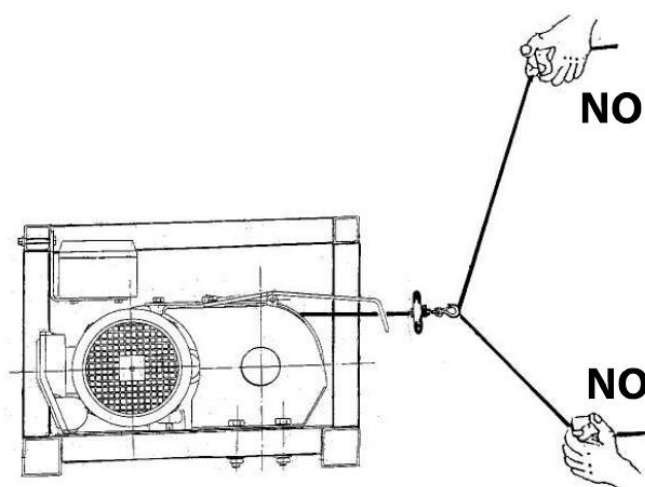

FIG. 4 — Tiro oblicuo: prohibido
- 5) Evite absolutamente utilizar el cabrestante para tirar oblicuamente del cable respecto a la vertical (Fig. 4).